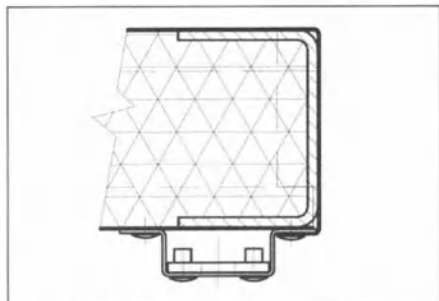

Рис.38 P - дверная концевая передняя правая
- P - дверная концевая передняя (рис. 38)